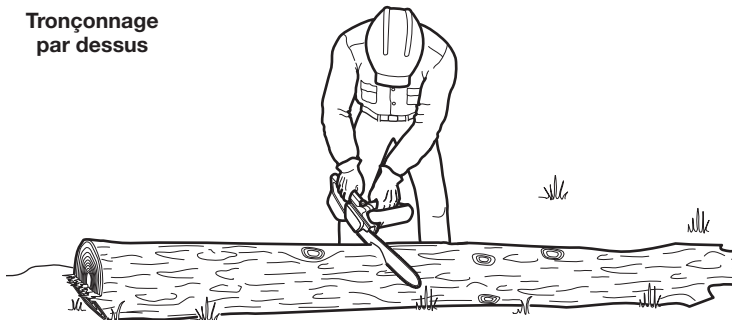

Fig. 21
Lorsque les bûches sont soutenues sur toute la longueur, des précautions supplémentaires doivent être prises pour s'assurer que la chaîne ne touchera pas au sol ou à une autre structure de soutien (Fig. 21).
1. Commencez à couper par le haut, avec le bas de la chaîne de la tronçonneuse contre le dessus de la bûche (Fig. 21).